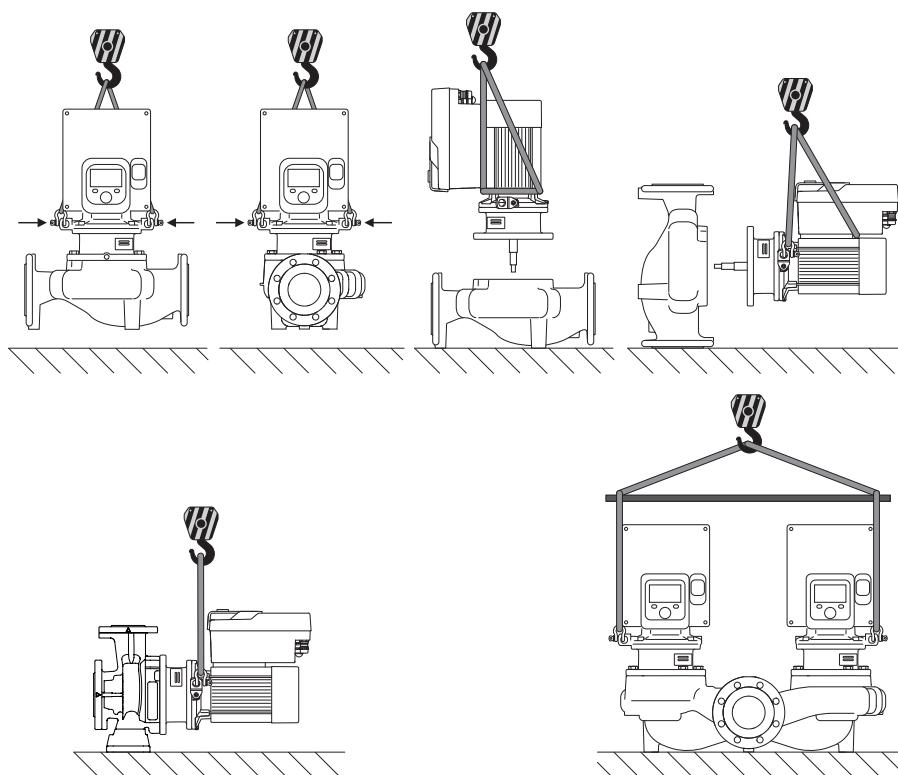

Fig. 6: Посока на повдигане
Транспортирането на помпата трябва да се извършва с разрешените товарозахващащи приспособления (напр. полиспаст, кран и др.). Товарозахващащите приспособления трябва да се закрепят към транспортните халки, които се намират на фланеца на мотора. Ако е необходимо, преместете подемните клупове под адаптерната платка (Fig. 6).
2. С цел обезопасяване затегнете окоомплектовката (Fig. 4) с подходящи подемни приспособления към транспортните халки. За да предотвратите преобръщане на устройството, поставете халка на ремъка, съгл. Fig. 6, около мотора и адаптера на електронния модул. При закрепването внимавайте да не повредите електронния модул.